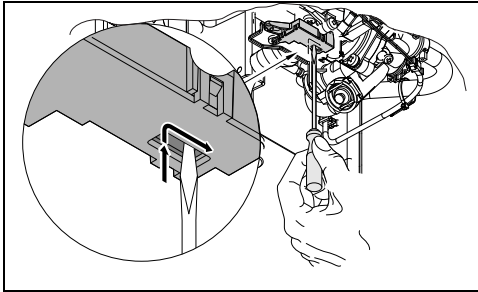

Fig. 25 Resetear el microinterruptor
- Posicionar el microinterruptor según la fig. 25.